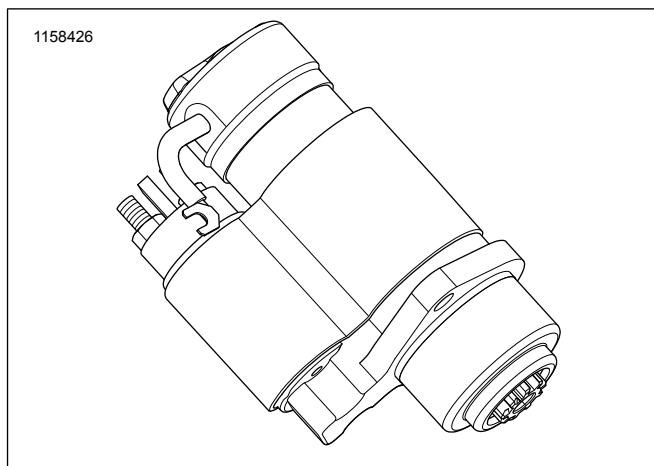

Figura 9. Installazione corretta
24. Figura 9 Controllare la posizione del manicotto interno sul gruppo per verificare la corretta installazione.